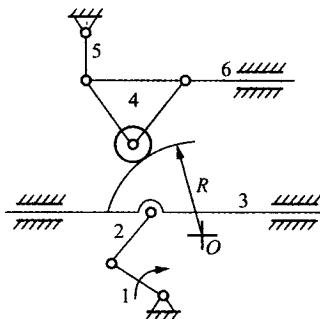

图 1-12 题 1.5.6 图
1.5.6 求出图 1-12 所示机构的自由度,用高副替代低副并拆分杆组。